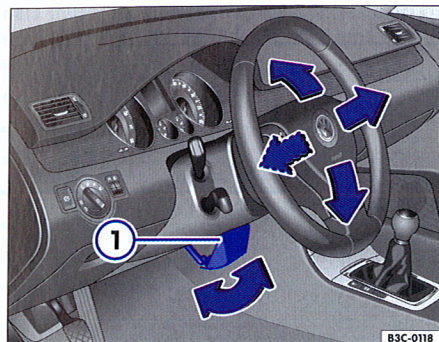

Fig. 18 Reglarea poziției volanului
- Îndreptați maneta ⇒ fig. 18 ① de sub volan, în jos ⇒ ⚠.